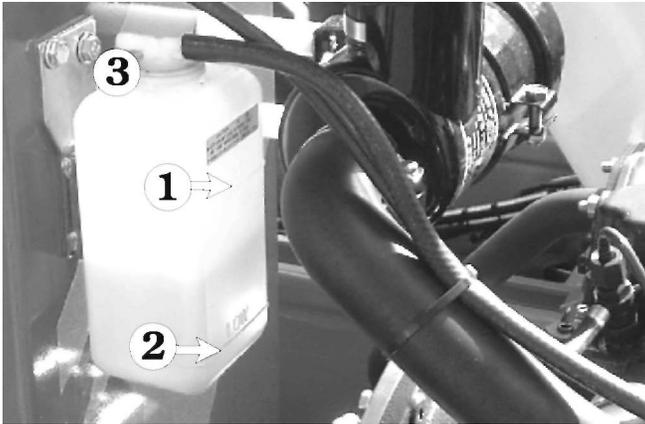

Abbildung 7.7 - Motorkühlmittelstand
Der Kubota-Motor hat eine Flüssigkühlung. Das Kühlmittel sollte zwischen den Markierungen VOLL ① und NIEDRIG ② liegen (siehe Abbildung 7.7).
Schalten Sie den Motor über den SCHLÜSSELSCHALTER am Boden-Schaltkasten AUS. Nehmen Sie den Deckel ③ (siehe Abbildung 7.7) vom Kühlmittelbehälter ab. Füllen Sie Kühlmittel nach und bringen Sie den Deckel wieder an.